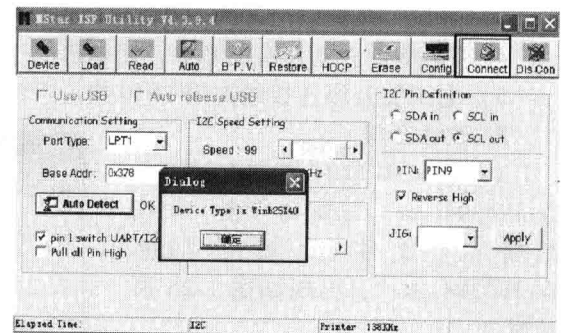

图 1-31
4) 单击“Connect”按钮, 出现图 1-31 所示的提示, 则表示连接成功。